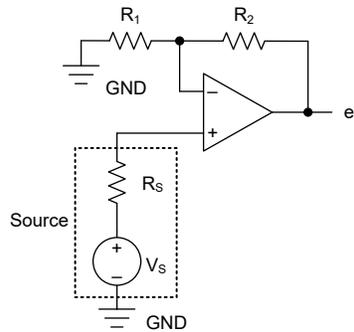
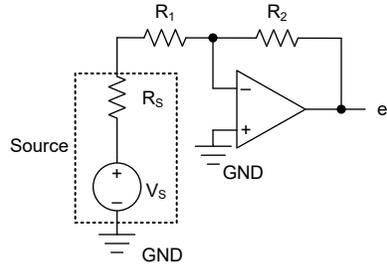

図 7-1. 非反転型ゲイン構成のノイズの計算
図 7-2. 反転型ゲイン構成のノイズの計算
**図 7-1** は、ゲインが存在する非反転型オペアンプ回路構成を示しています。**図 7-2** は、ゲインが存在する反転型オペアンプ回路構成を示しています。ゲインが存在する回路構成では、帰還ネットワーク抵抗もノイズの原因となります。一般に、オペアンプの電流ノイズは帰還抵抗に反応して、追加のノイズを発生させます。ただし、**TLVx888** の電流ノイズは低いため、電流ノイズの寄与は無視できます。